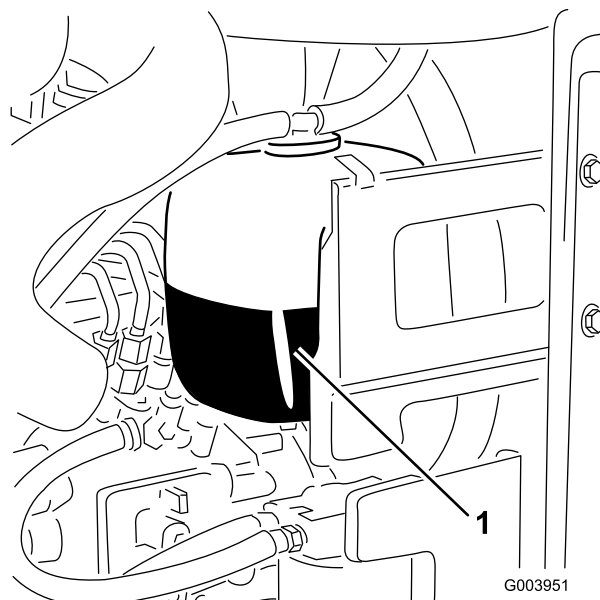

Figura 18
1. Controllate il livello di refrigerante nel serbatoio di espansione (Figura 18).